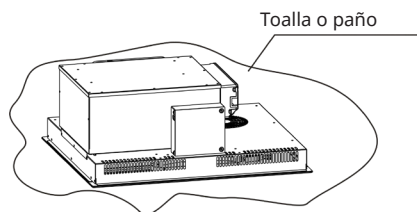

Imagen 1
2. Coloque una toalla o un paño sobre la mesa. Coloque el cristal boca abajo sobre una superficie protegida. (véase la imagen 1).